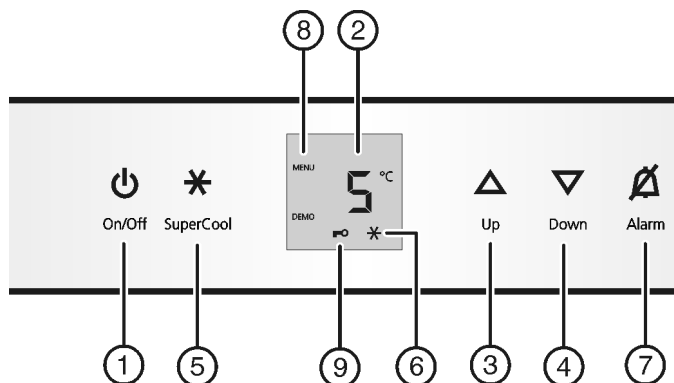

Fig. 2
- ▶ нажмите кнопку On/Off Fig. 2 (1).
- ▶ Активация режима настройки: удерживайте кнопку SuperCool Fig. 2 (5) прибл. 5 секунд.
- ▷ Символ меню Fig. 2 (8) горит.
- ▶ Коротко нажмите кнопку SuperCool Fig. 2 (5) для подтверждения.
- ▶ Для включения защиты от детей коротко нажмите клавишу SuperCool Fig. 2 (5).
- ▷ Символ "Защита от детей" Fig. 2 (9) горит. На индикации мигает **с**.
- ▶ Для выключения защиты от детей коротко нажмите клавишу SuperCool Fig. 2 (5).
- ▷ Символ защиты от детей Fig. 2 (9) гаснет. На индикации мигает **с**.
- ▶ Выход из режима настройки: нажмите кнопку On/Off Fig. 2 (1).
- ▶ Нажмите кнопку Alarm Fig. 2 (7).
- ▶ Установка более высокой температуры: нажмите кнопку настройки Up Fig. 2 (3).
- ▶ Установка более низкой температуры: нажмите кнопку настройки Down Fig. 2 (4).
- ▶ Коротко нажмите кнопку SuperCool Fig. 2 (5).
- ▷ На индикации горит символ SuperCool Fig. 2 (6).
- ▷ Символ SuperCool Fig. 2 (6) на индикации гаснет.